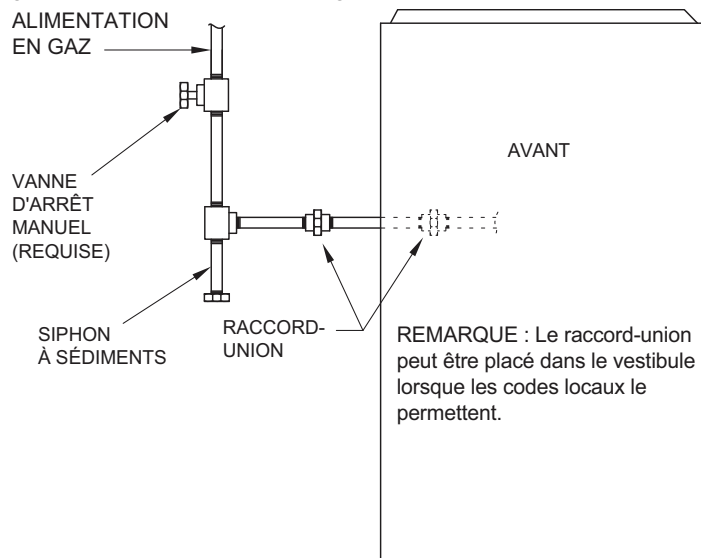

Fig. 32 – Disposition type de la tuyauterie de gaz
Posez un siphon à sédiments externe sur la colonne montante qui mène à la chaudière, tel qu'illustré à la Fig. 32. Raccordez un mamelon de raccord à l'extrémité inférieure du raccord en T. Le mamelon à capuchon devrait s'étendre sous le niveau des commandes de gaz de la chaudière. Posez un raccord à rodage conique entre la soupape de commande de gaz et la vanne d'arrêt manuel du gaz.
5. Fixez le coffret électrique externe au caisson de la chaudière à l'aide de deux (2) vis à tôle.
11. Raccordez les fils d'alimentation et neutres sur place aux fils d'alimentation électrique de la chaudière à l'intérieur du coffret électrique externe, comme illustré à la Fig. 32.